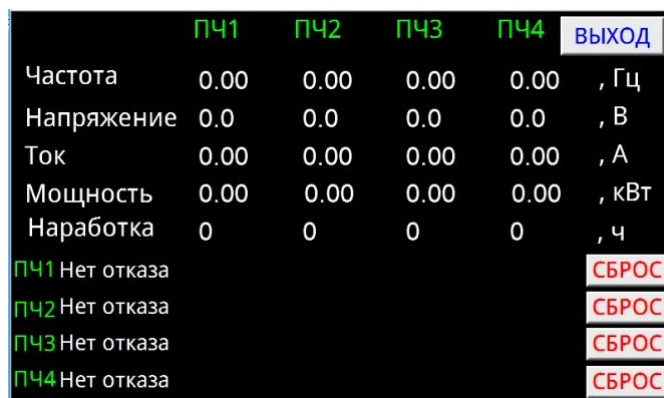

Рисунок 7 Окно «ТЕКУЩИЕ ПАРАМЕТРЫ»
2.2.7. В окне «ТЕКУЩИЕ ПАРАМЕТРЫ» (Рисунок 7) отображаются текущие параметры работы частотных преобразователей, наработка насосов, текущие отказы частотных преобразователей. Для сброса отказа в окне предусмотрены соответствующие кнопки. Для сброса наработки насоса 1 и насоса 2 необходимо подать на 5 секунд +24 В на входы DI7 и DI8 ПР200-24.2.2.0 (А3) соответственно. Для сброса наработки насоса 3 и насоса 4 также необходимо подать на 5 секунд +24 В на входы DI7 и DI8 другого контроллера (А4).